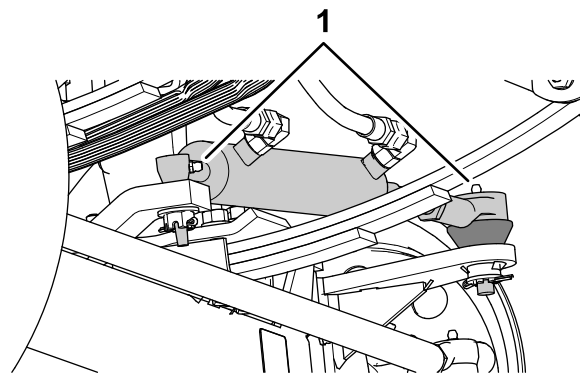
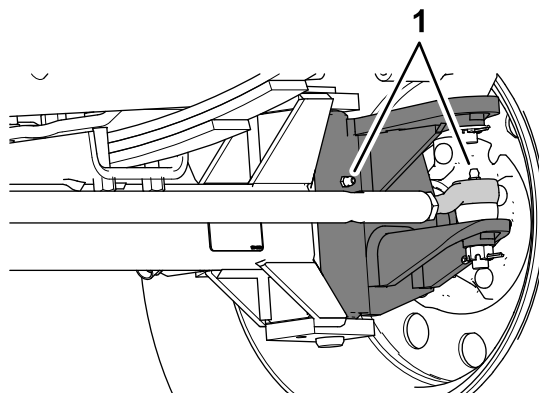

図 68
図 69
1. グリスフィッティングをウェスできれいに拭く 図 68と 図 69。
2. グリスフィッティングにグリスを注入する 図 68と 図 69。
注 グリスアップ箇所を 図 68に示します。